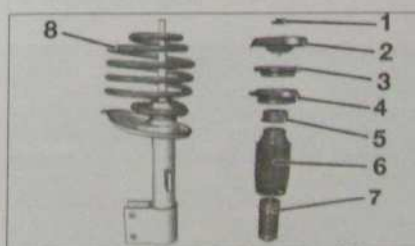

Fig. 14
- Déposer les éléments (1) à (8) (Fig.14).